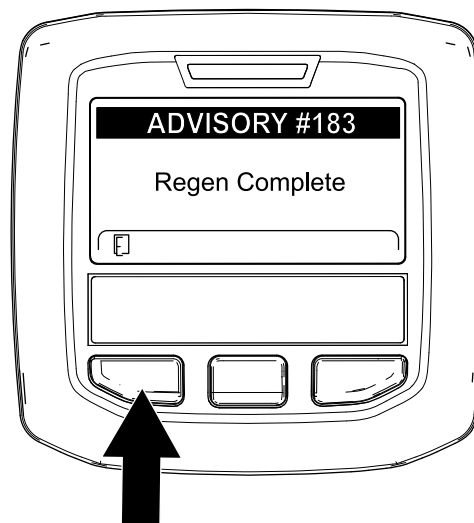

Figura 65
- Când computerul motorului finalizează o regenerare în stare de parcare sau de recuperare, InfoCenter afiează ADVISORY #183 (recomandarea nr. 183) (Figura 65). Apăsai butonul din stânga pentru a reveni la ecranul de pornire.
**Notă:** Dacă regenerarea nu se finalizează, InfoCenter afiează Advisory #184 (recomandarea nr. 184) (Figura 65). Apăsai butonul din stânga pentru a reveni la ecranul de pornire.